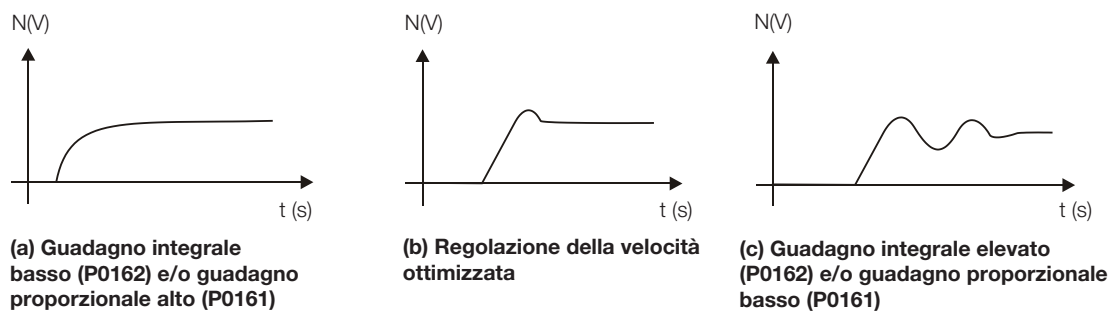

Figura 13.5: (a) a (c) Tipi di risposta dei regolatori di velocità
6. Verificare tra le opzioni della Figura 13.5 a pagina 13-15, quale onda rappresenta meglio il segnale osservato.
7. Impostare P0161 e P0162 in base al tipo di risposta illustrato nella Figura 13.5 a pagina 13-15.